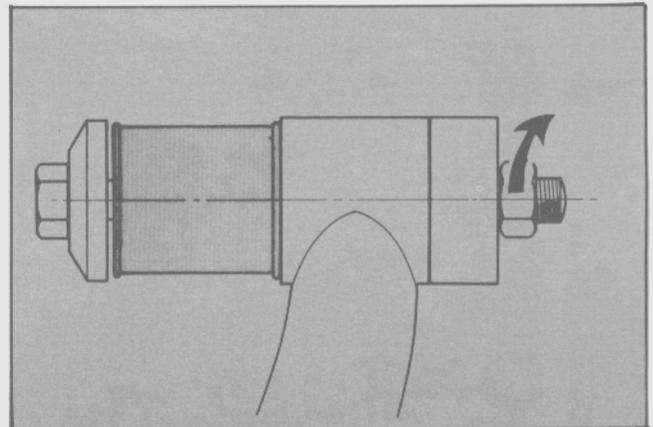

Fig. 35. Colocación del buje interior
- De igual forma que lo indicado precedentemente colocar el buje interior (Fig. 35). La ubicación del mismo es indistinta.